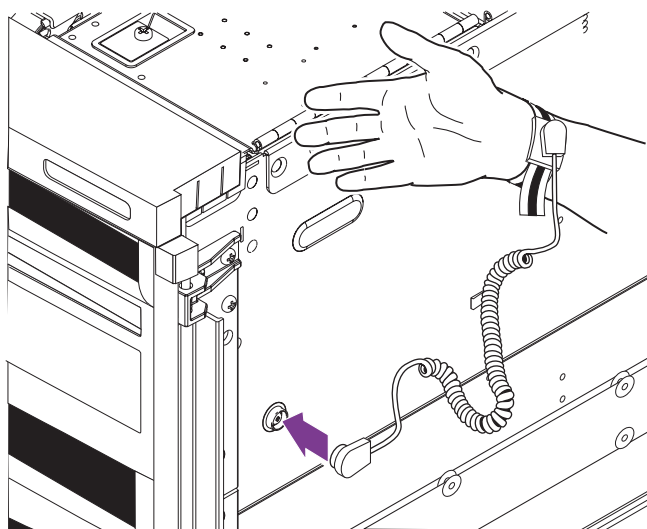

図 2-1 右側面への ESD リストストラップの取り付け
- 右側面 (正面寄り) (図 2-1)
- 図 2-1 に示すように、ESD リストストラップをシャーシに取り付けます。